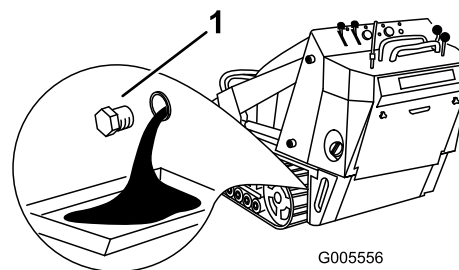

Figura 31
- Togliete il tappo di spurgo (Figura 31).